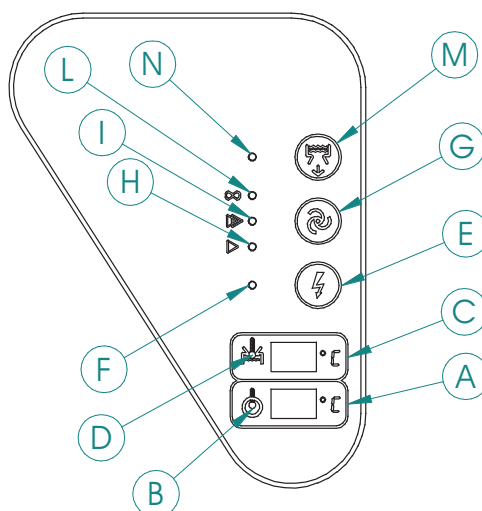

Figura 1
Con referencia a la figura 1, el encendido de la máquina se produce al girar en sentido horario el selector (E) y es señalizado por el encendido del testigo (F).
- Cuando se pulsa el interruptor de descarga (**M**) de la figura 1. En este caso, es necesario quitar el rebosadero de su posición para permitir que la cuba de lavado se vacíe por completo. La operación es indicada por el destello del testigo (**N**). Esta operación se puede realizar incluso con la tapa abierta. La descarga de la cuba dura 5 minutos y cuando finaliza, el testigo (**N**) deja de destellar y permanece encendido cuando termina la descarga. La descarga de la cuba puede interrumpirse pulsando el interruptor de descarga (**M**). Si dicho interruptor se pulsa nuevamente, la descarga comienza desde el inicio. Si una vez que se ha descargado la cuba se desea predisponer la máquina para que realice nuevos ciclos de funcionamiento, se debe volver a colocar el rebosadero en su sede, cerrar la tapa e indicar el ciclo deseado con el botón (**G**). La máquina lleva nuevamente el nivel del agua de la cuba al punto preestablecido e inserta las resistencias de calentamiento primero en la caldera y luego en la cuba.